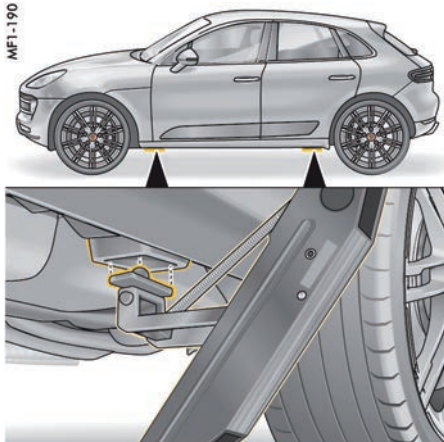

图 168: 用于举升平台或千斤顶的前部和后部举升点
- ▶ 只能在规定的车底举升点（图 168）举升车辆。
定位千斤顶时，确保千斤顶头部正确卡入举升点的开口（图 168）中。